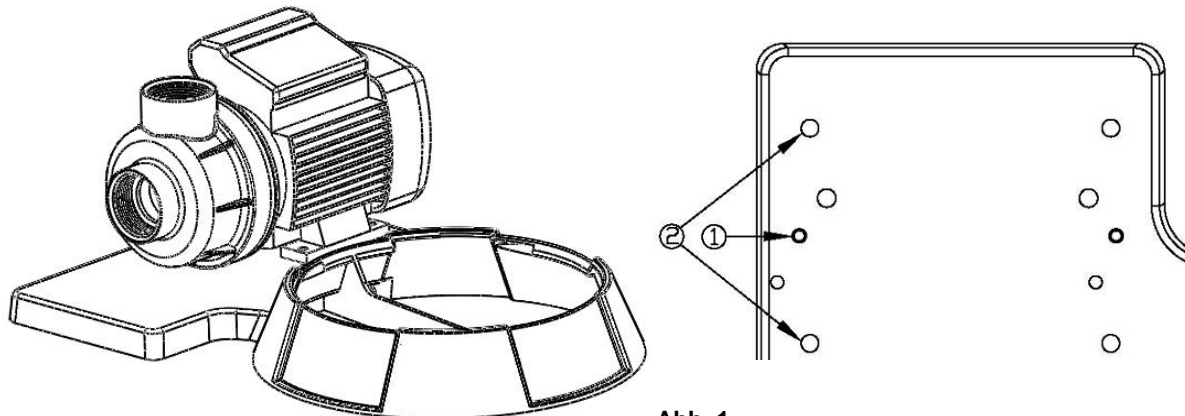

Abb. 1
1. Befestigen Sie die Pumpe neben dem Poolfilter mit den gelieferten Schrauben. (Abb. 1) Befestigung kann zwischen den verschiedenen Modellen variieren.